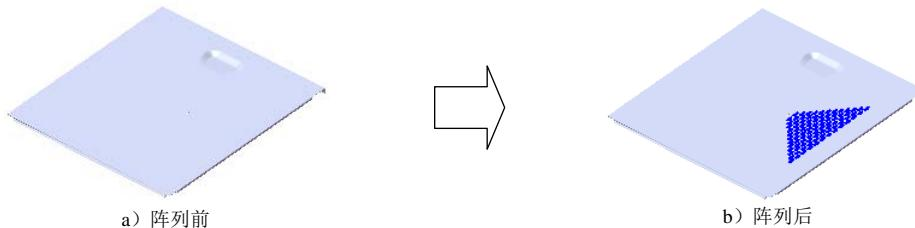

图 17.12.44 创建填充阵列 1
Step15. 创建图 17.12.44 所示的填充阵列 1。